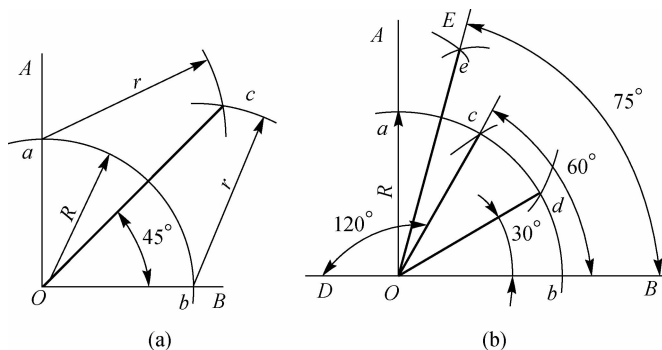

图 1-17 几何作图划角度线
(1) 划  $45^\circ$  线。先作直角线, 后以直角的顶点  $O$  为圆心, 以适当的半径  $R$  划圆弧, 交两边于  $a, b$ , 再以  $a, b$  为圆心, 以  $r$  (大于  $ab$  距离之半) 为半径, 各划圆弧交于  $c$  点, 连接  $Oc$ , 该直线为直角线的二等分线, 得  $45^\circ$ , 如图 1-17(a) 所示。
(2) 划  $30^\circ, 60^\circ, 75^\circ, 120^\circ$  线。先作直角线, 后以直角的顶点  $O$  为圆心, 以适当的半径  $R$  划圆弧, 交两边于  $a, b$ ; 分别以  $a, b$  为圆心, 以原  $R$  为半径划弧, 与前所作弧相交于  $d, c$  点, 连接  $Oc, Od$ , 得  $30^\circ (\angle BOd)$ 、 $60^\circ (\angle BOc)$ 。平分  $30^\circ$  角为  $15^\circ$ ,  $60^\circ + 15^\circ$  得  $75^\circ (\angle BOe)$ 。延长  $BO$ , 则  $\angle DOc$  为  $120^\circ$ 。如图 1-17(b) 所示。